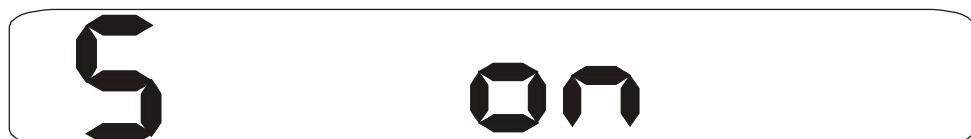

Рис.34. Вид индикатора, когда звуковая сигнализация включена.
6.3.9. Режим включения/выключения звуковой сигнализации. Для входа в этот режим необходимо нажать кнопку “Режим” семь раз. На индикаторе появиться следующее изображение (Рис. 34):